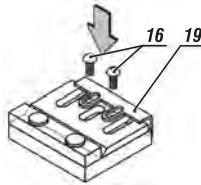

fig. 12 – fijación de la cuchilla en la placa de ajuste
8. Coloque los tornillos (16) y fije la placa de ajuste (19), conforme muestra la fig. 12.
9. Recolecte el conjunto de la cuchilla en el tambor de la máquina (20), coloque la protección (17) y fije con los tornillos (16) apriételos con la llave (15), conforme fig. 12.
11. Gire el tambor de la máquina (20) con la mano, certificándose de que las cuchillas no estén chocando con ninguna parte de la máquina.